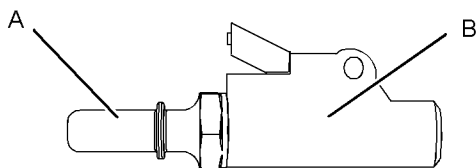

图 62
3. 拆下保护盖 (1)。压下阀 (2) 以便排出空气。Perkins 建议使用带有长度合适透明软管的轮胎充气机。请参考图 62。